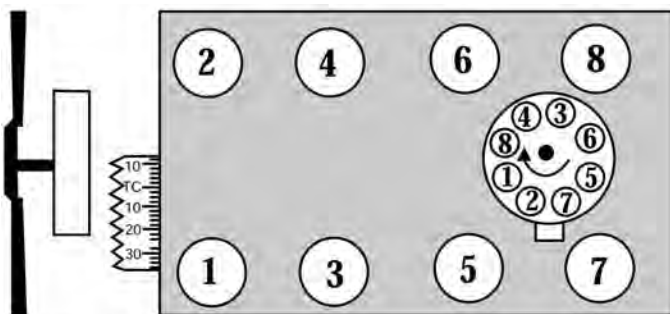

Figure 1 - Chevrolet V8, cylindrée 283-400
15. Retirez la pompe à carburant et la tige poussoir de la pompe à carburant. Faites tourner le moteur jusqu'à ce que les marques de repère du calage de l'allumage soient alignées tel que montré à la figure 1.
1. Faites tourner le moteur dans le sens de rotation jusqu'à ce que la soupape d'admission no 7 se ferme et continuez jusqu'à ce que l'index du couvercle avant soit à cinq degrés approximativement avant le PMH. Reportez-vous à la figure 1 au sujet de l'ordre de l'allumage.